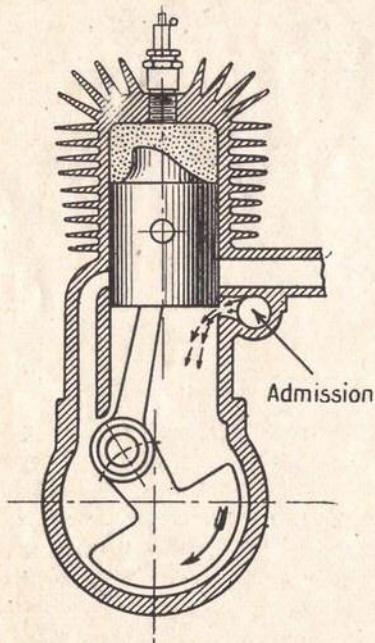

Fig. 1
**Premier temps.** — Le piston en remontant produit un vide dans le carter et lorsqu'il démasque l'entrée du collecteur d'admission, les gaz frais sont aspirés dans le carter et le remplissent (fig. 1).